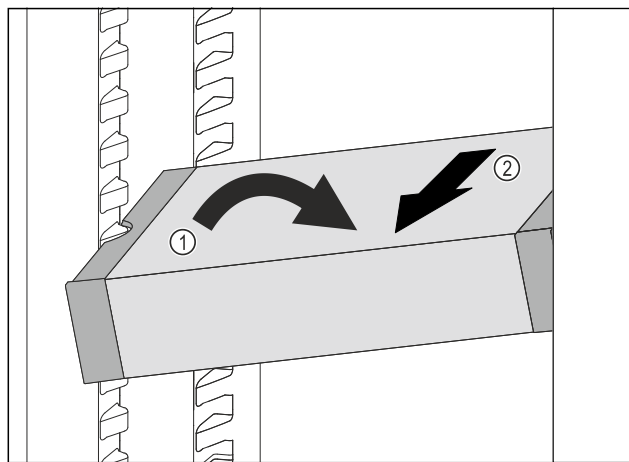

Fig. 100
- ▶ 在冷藏区中倾斜 VarioSafe。Fig. 100 (1)
- ▶ 向前取出 VarioSafe。Fig. 100 (2)